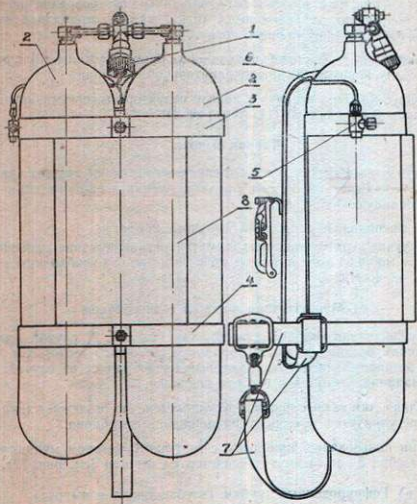

Рис. 6
Кассета аппарата (см. рис. 6) состоит из следующих узлов и деталей: вентиля (1), двух баллонов (2) с трубками, верхнего и нижнего хомутов (3 и 4), тройника (5), соединительной трубки (6), комплекта ремней (7) и пенопластовой вставки (8).
Входной штуцер (4) вместе с соединительной трубкой (6) и тройником (5) (см. рис. 6) служит для зарядки аппарата сжатым воздухом. Он имеет сетчатый фильтр, предохраняющий попадание посторонних частиц в систему аппарата при его зарядке.
Баллоны предназначены для хранения запаса сжатого воздуха, необходимого для дыхания водолаза при пользовании аппаратом. Водяная емкость каждого баллона 7 литров. Общий запас воздуха в двух баллонах при давлении 150 кг/см^2 — 2100 литров. Баллоны хомутами (3 и 4) (см. рис. 6) соединяются в кассету.
Комплект ремней (см. рис. 6) служит для крепления аппарата на спине водолаза и состоит из 2 плечевых, поясного и бравого ремней.
Пенопластовая вставка (8) (см. рис. 6) находится между баллонами аппарата и служит для увеличения плавучести аппарата в целом при плавании под водой и всплытии на поверхность.